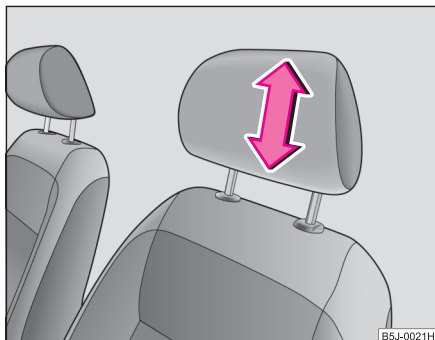

Fig. 47 Ajustar el reposacabezas
- Asir el reposacabezas por los lados con las dos manos y desplazarlo en sentido del eje de las barras guía de metal, en las en sentido de la flecha ⇒ **fig. 47** hacia arriba o hacia abajo.